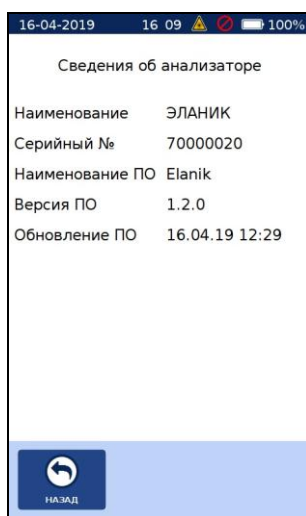

Рис.33
10.10 При выборе меню «Сведения об анализаторе» на экран будут выведены следующие данные (рис.33):